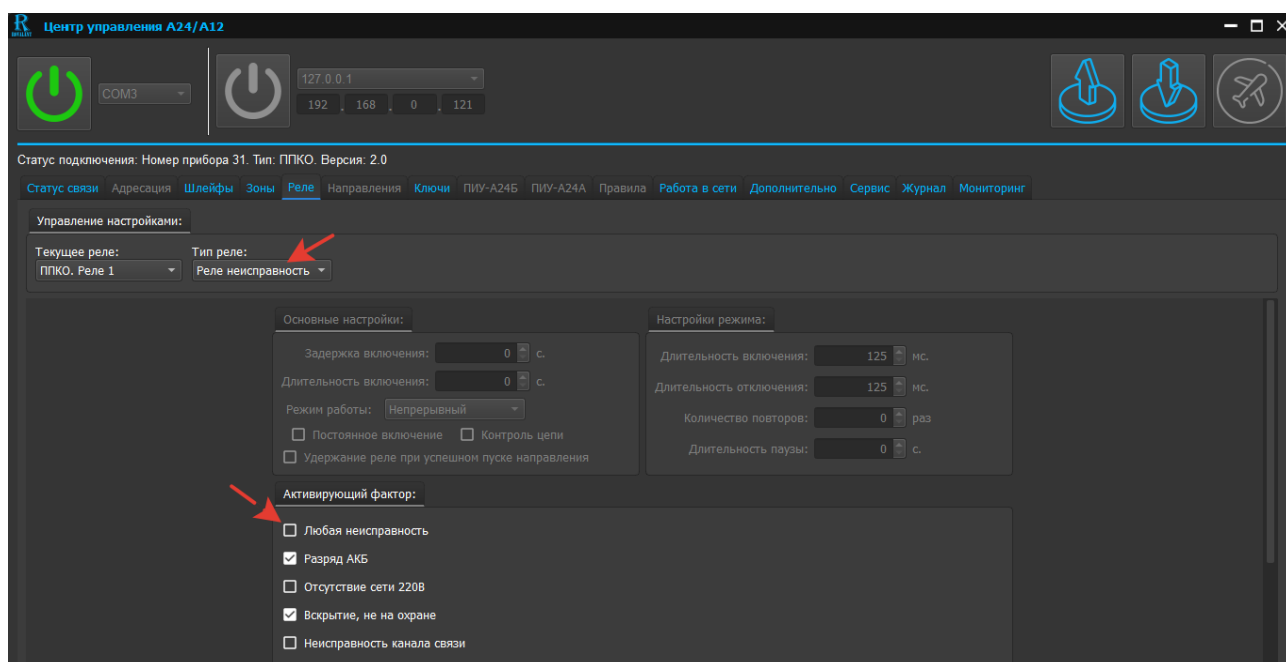

Рис. 43. Скриншот окна редактирования реле типа «Реле неисправность»
6.3.2 Редактирование параметров реле типа «Реле неисправность» (см. рисунок 43)